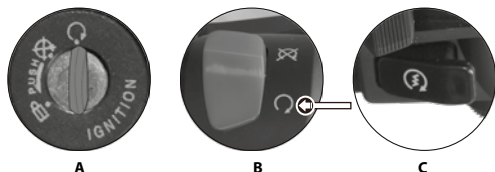

Imagen 31. Encendido de motor.
5. Girar la llave a la posición  (ver imagen 31-A).
9. Colocar el interruptor cortacorriente en la posición  (ver imagen 31-B).
10. Oprimir el interruptor de arranque eléctrico para dar marcha al motor (ver imagen 31-C).